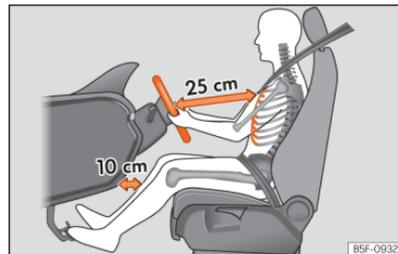

Abb. 15 Der richtige Abstand des Fahrers zum Lenkrad muss mindestens 25 cm (10 inch) betragen.
- Lenkrad so einstellen, dass der Abstand zwischen Lenkrad und Brustbein mindestens 25 cm (10 Zoll) beträgt »» (Abb. 15) und das Lenkrad mit beiden Händen und leicht gebeugten Armen seitlich am äußeren Rand festgehalten werden kann.